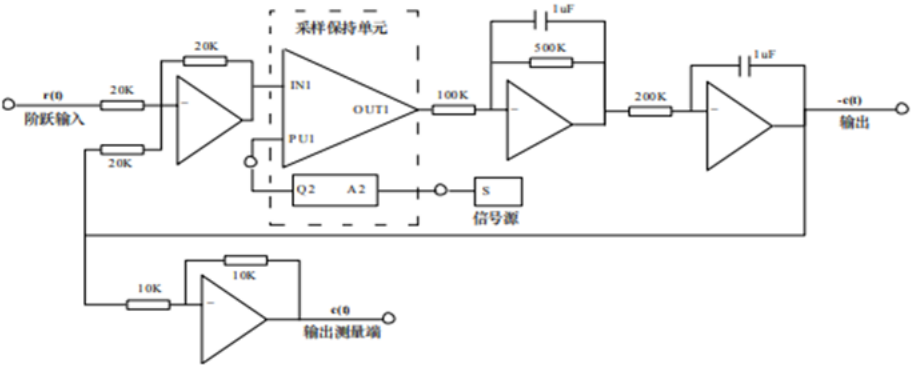

图 5.1-5 闭环采样系统电路
- (1) 按图 5.1-5 接线。检查无误后开启设备电源。
- (2) 取“S”端的方波信号周期 T = 20ms。
- (3) 阶跃信号的产生：产生 1V 的阶跃信号。
- (4) 加阶跃信号至 r (t)，按动阶跃按钮，观察并记录系统的输出波形 c (t)，测量超调量 Mp。
- (5) 调节信号源单元的“S” 信号频率使周期为 50ms 即采样周期 T = 50ms。系统加入阶 跃信号，观察并记录系统输出波形，测量超调量 Mp。
- (6) 调节采样周期使 T = 120ms，观察并记录系统输出波形